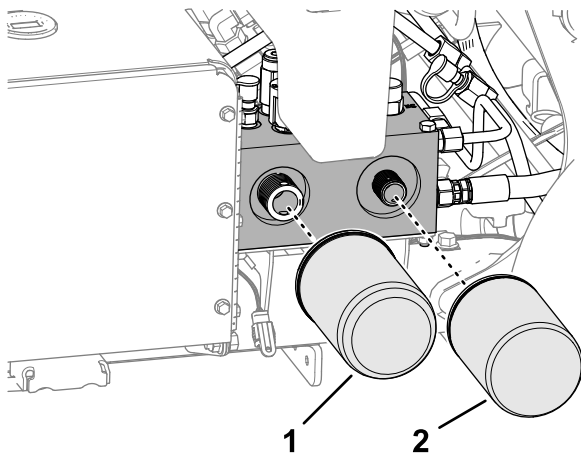

Figura 170
2. Coloque un recipiente bajo los filtros, retire los filtros usados y limpie con un paño la superficie de la junta del adaptador del filtro (Figura 170).